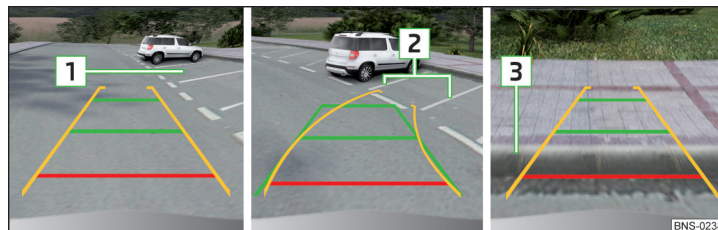

Fig. 281 Affichage à l'écran
- Avancez lentement vers la place de stationnement choisie **1** » fig. 281 et arrêtez le véhicule.